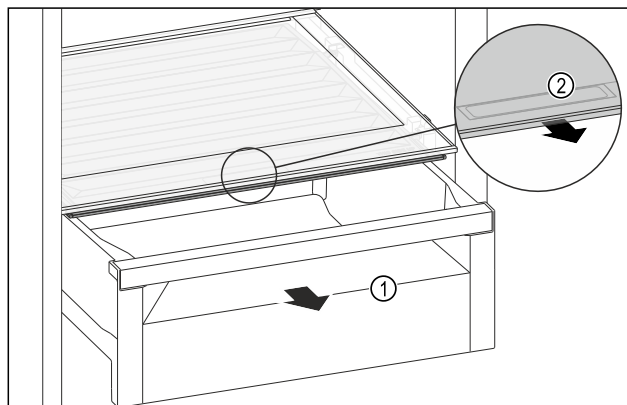

Fig. 161
- ▶ Estrarre il cassetto Fig. 161 (1).
- ▶ Afferrare la maniglia incassata Fig. 161 (2) sul coperchio dello scomparto e tirare allo stesso tempo in avanti il coperchio dello scomparto.